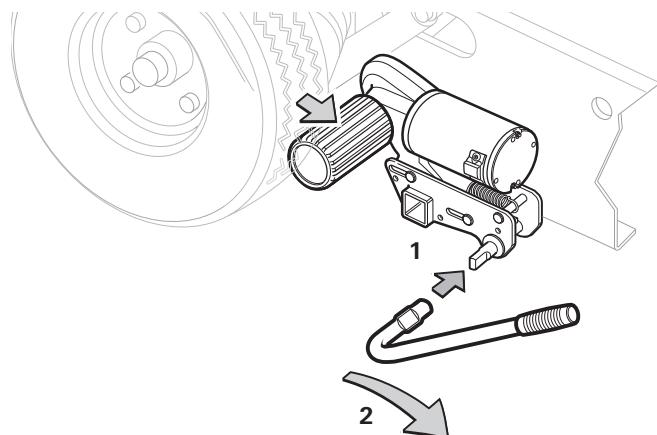
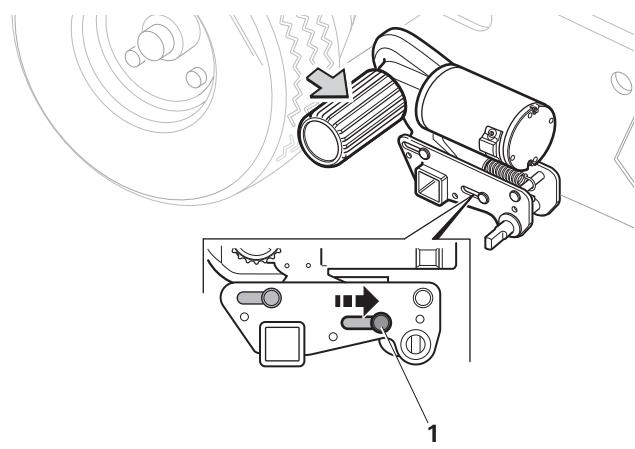

Figure 9
Figure 10
- Enfoncer le levier de plaqueur sur l'arbre de rabattement (figure 9 - 1).
- Tourner le levier de plaqueur dans le sens de la flèche (en s'éloignant de la roue du véhicule) (figure 9 - 2) jusqu'à ce que le rouleau d'entraînement s'enclenche en position finale. L'indicateur de position dans le boîtier se trouve maintenant sur « X » (figure 10 - 1).